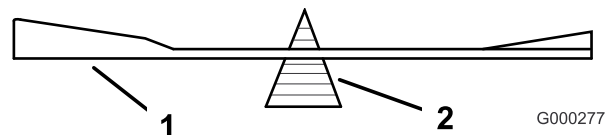

Figure 93
2. Vérifiez l'équilibre de la lame en la plaçant sur un équilibreur (Figure 93). Si la lame reste horizontale,